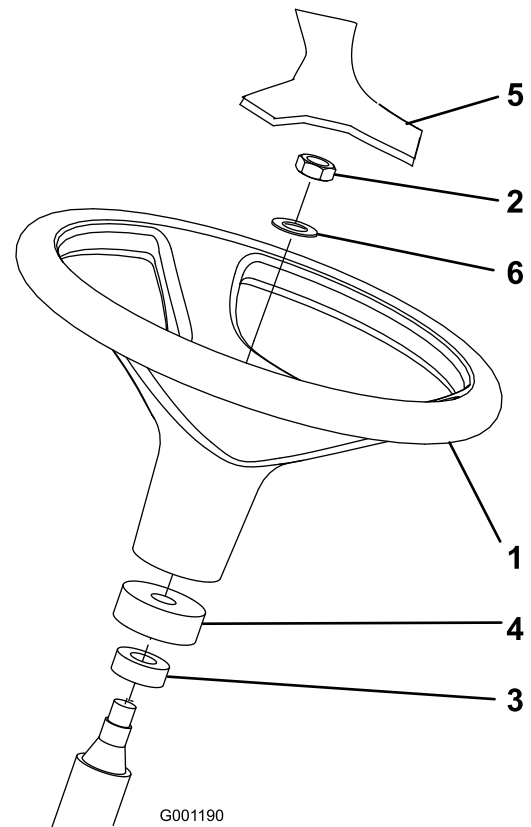

Figura 3
2. Retire a porca de retenção e a anilha do eixo da direção. Certifique-se de que o anel de esponja e a cobertura de resguardo estão montados na coluna de direção (Figura 3).
3. Encaixe o volante e a anilha na coluna de direção (Figura 3).
5. Monte a tampa no volante (Figura 3).